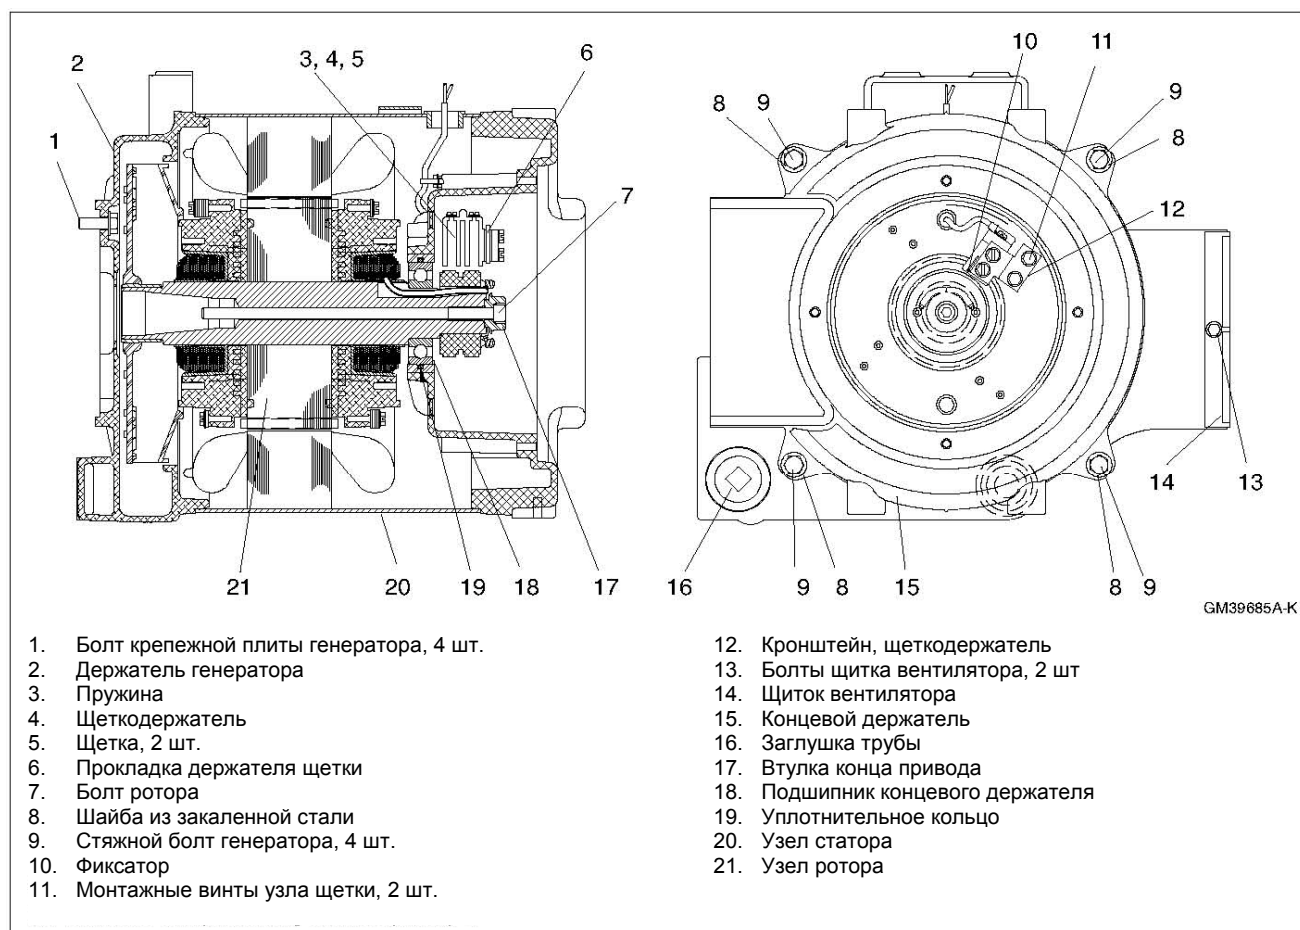

Рисунок 6-6 Детали генераторного агрегата
17. Снять держатель щеток и осторожно вытянуть концы из корпуса статора. См. Рисунок 6-6.
21. Снять стяжные болты. См. Рисунок 6-6. Используйте резиновый молоток, чтобы отделить торцевой держатель от корпуса статора.
4. Заменить кольцевое уплотнение на концевом держателе. См. Рисунок 6-6.